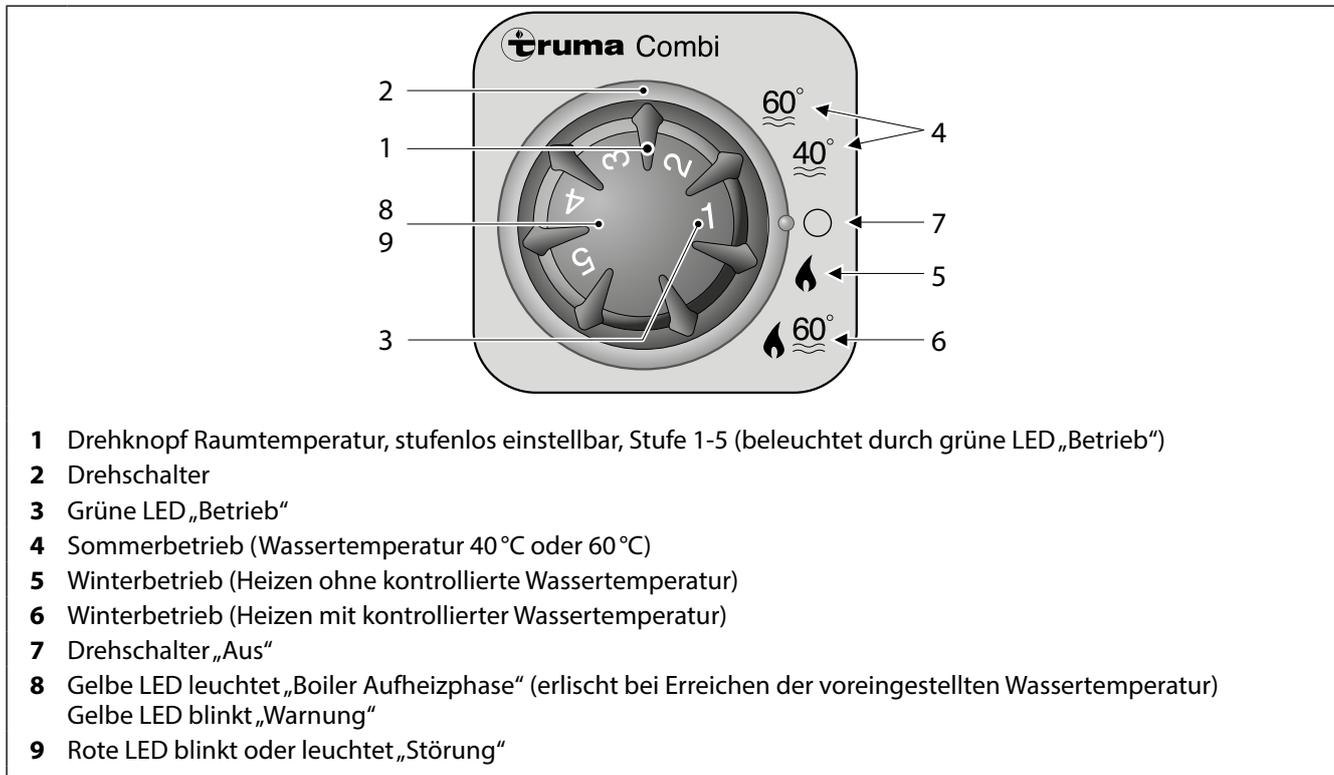

Abb. 58 Bedienteil CP classic
Ist eine der Betriebsarten eingeschaltet, leuchtet die grüne LED hinter dem Drehknopf (Abb. 58, Pos. 1).
1. Drehschalter (Abb. 58, Pos. 2) auf die gewünschte Wassertemperatur 40°C oder 60°C (Abb. 58, Pos. 4) drehen.
Ist die eingestellte Temperatur erreicht, schaltet der Brenner ab und die gelbe LED (Abb. 58, Pos. 8) erlischt.
1. Drehschalter (Abb. 58, Pos. 2) in Stellung 6 drehen.
2. Drehknopf (Abb. 58, Pos. 1) in die gewünschte Thermostatstellung 1-5 für die Raumtemperatur drehen.
Die grüne LED (Abb. 58, Pos. 3) leuchtet und zeigt die Stellung der eingestellten Raumtemperatur.
Nach Erreichen der eingestellten Raumtemperatur schaltet der Brenner auf die kleinste Stufe zurück und das Wasser im Boiler wird auf eine Temperatur von 60°C aufgeheizt. Die gelbe LED (Abb. 58, Pos. 8) zeigt die Aufheizphase an und erlischt bei Erreichen der Wassertemperatur.
1. Drehschalter (Abb. 58, Pos. 2) in Stellung 5 drehen.
Bei gefülltem Boiler wird das Wasser automatisch mit beheizt. Die gelbe LED (Abb. 58, Pos. 8) leuchtet nur bei Wassertemperaturen von unter 5°C.
1. Drehschalter (Abb. 58, Pos. 2) in Stellung \bigcirc drehen.